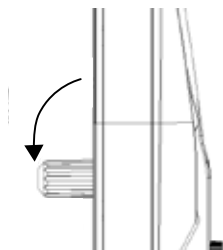

Fig.6
1. Incline como máximo 90° hacia abajo el soporte del cartucho de CO₂ que se encuentra en la tapa, y desenrosque la carcasa (fig. 6).